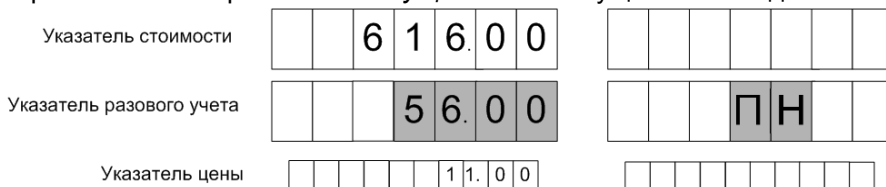

Рисунок 10
11.10 Если устройство работает в режиме ТРК, тогда при отпуске топлива в средней строке табло мигающими символами отображается значение заданной дозы в литрах, а в случае отпуска "до полного бака" – символы "ПБ", в верхней строке – стоимость топлива, а в нижней – цена (рисунок 10). Для запуска налива нажать кнопку "Пуск", после чего значения стоимости и объема на табло обнуляются. С этих пор на табло отображается *отпущенная* на текущий момент доза.